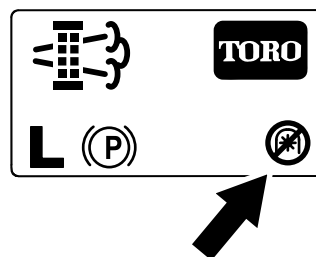

Figura 46
**Nota:** Sulla schermata Home viene visualizzata l'icona di disabilitazione della PDF (Figura 46).
**Nota:** Sulla schermata Home viene visualizzata l'icona di disabilitazione della PDF; fate riferimento a Figura 46 in Messaggi relativi alla rigenerazione parcheggiata \(pagina 43\).